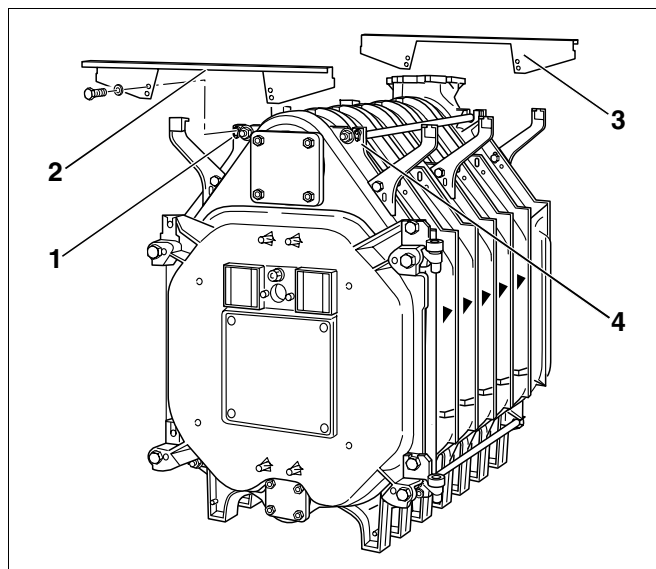

Рис. 37 Установка поперечных траверс
- Установить поперечную траверсу (рис. 37, **поз. 2**) спереди сверху на литом выступе (рис. 37, **поз. 1** и **4**) и закрепить вручную болтами (M8 x 16). Отбортовка передней траверсы должна быть направлена вперед
- Установить поперечную траверсу (рис. 37, **поз. 3**) вверху сзади на литом выступе и закрепить болтами (M8 x 16). Отбортовка задней траверсы должна быть направлена назад.